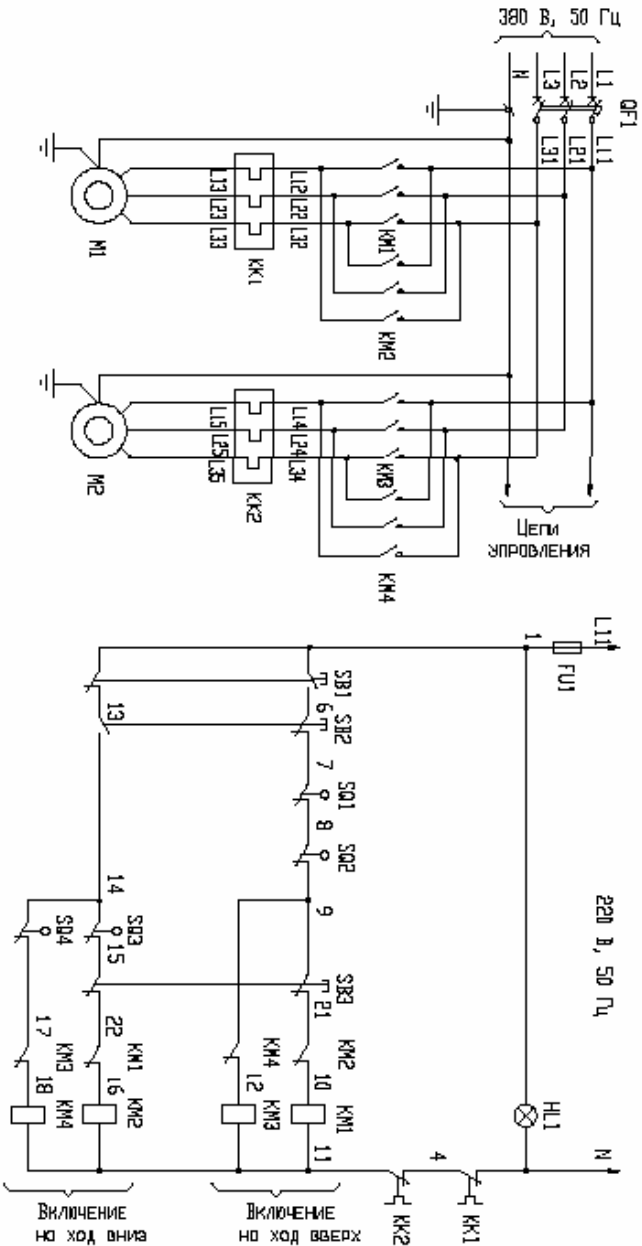

Рис. 4
4.4. Описание работы схемы электрической принципиальной (см. Рис.4).